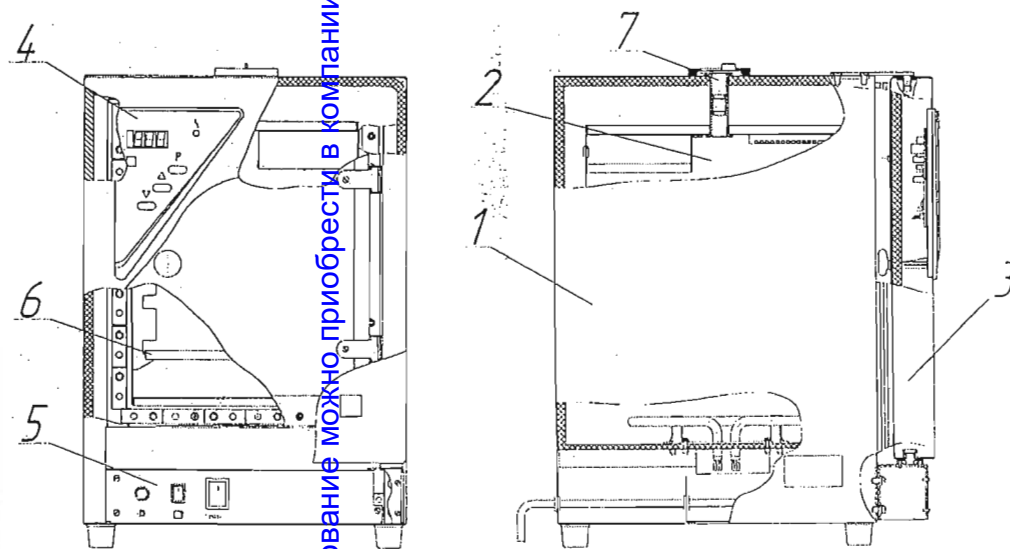

Рисунок 1. Термостат ТВ-20-ПЗ-«К»
1.4.1 Внешний вид термостата приведен на рис.1.
Для отвода влаги из камеры необходимо открыть клапан (поз.7 рис.1).